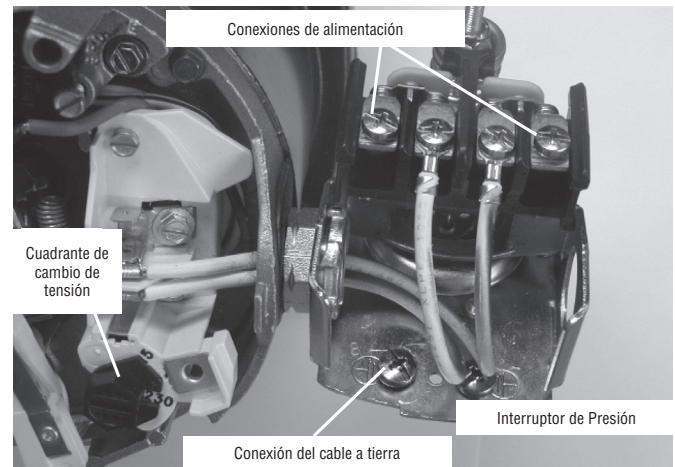

Figura 8 Tensión configurada para 230 V, tipo cuadrante.
3. Conecte los conductores de alimentación a los dos tornillos exteriores en el manóstato según se ilustra en el Figura 8.
4. Conecte el cable a tierra a una de las conexiones a tierra según se ilustra en la Figura 8.